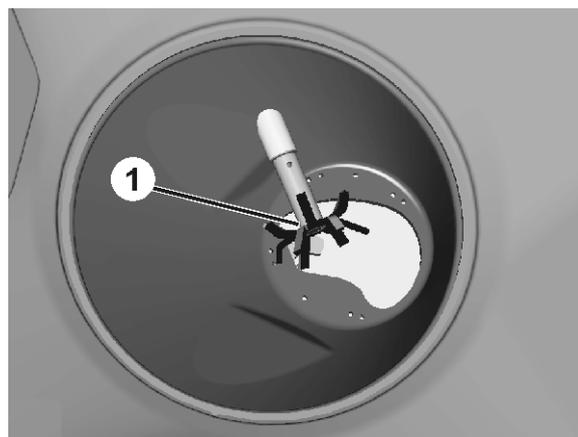

Fig. 14
- **elettronicamente** tramite il terminale di comando. Le paratoie di dosaggio azionate da servomotori (Fig. 14/1) abilitano diverse larghezze di apertura delle aperture di passaggio (Fig. 14/2).
- **manualmente** tramite la leva di regolazione (Fig. 14/3), regolando diverse larghezze di apertura delle aperture di passaggio (Fig. 14/2). La posizione delle paratoie necessaria viene definita in base alle indicazioni della tabella di spargimento o con il regolo calcolatore.
Per l'apertura e la chiusura dell'apertura di passaggio, la paratoia di dosaggio viene azionata idraulicamente (Fig. 14/4).